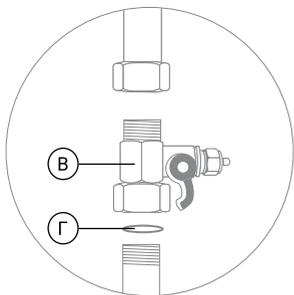

Рис. 6
1. Установите тройник-адаптер (В) между магистралью холодной воды и гибкой подводкой вашего смесителя. Уплотните соединение тройника-адаптера с магистралью при помощи поставляемого в комплекте уплотнительного кольца (Г) (рис. 6).